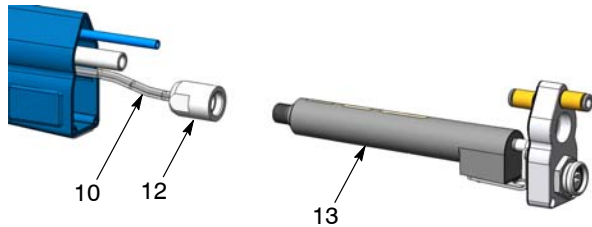

Abb. 28 Elektrodenkabel abnehmen
3. Siehe Abbildung 28. Die Spannungsvervielfachermutter (12) losschrauben und das Elektrodenkabel (10) vom Spannungsvervielfacher (13) abnehmen.
5. Pistole für Rohrmontage: Siehe Abbildung 28. Das Feder-Ende des Elektrodenkabels (10) bis zum Anschlag in das Spannungsvervielfachergehäuse stecken, dann die Spannungsvervielfachermutter (12) festschrauben.